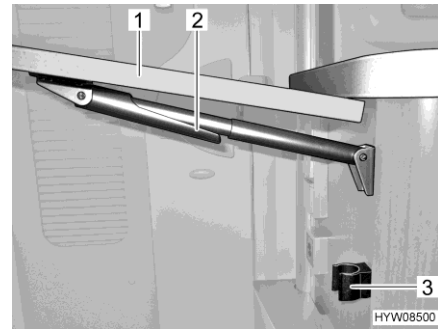

Fig. 94 Chiusura del tavolo ribaltabile su bancone
- Afferrare il tavolo ribaltabile su bancone (Fig. 94,1) sull'esterno e sollevarlo leggermente. Con l'altra mano ruotare e abbassare il dispositivo di fissaggio (Fig. 94,2) sul supporto telescopico.
- Orientare il piano del tavolo verso il basso, finché il supporto telescopico non ingrana nel supporto (Fig. 94,3).